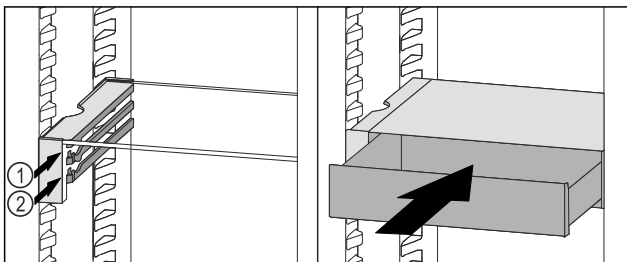

Fig. 170
- ▶ VarioSafe-Schubfach hinter den Stoppern auf gewünschter Rippe *Fig. 170 (1)* oder *Fig. 170 (2)* aufsetzen.